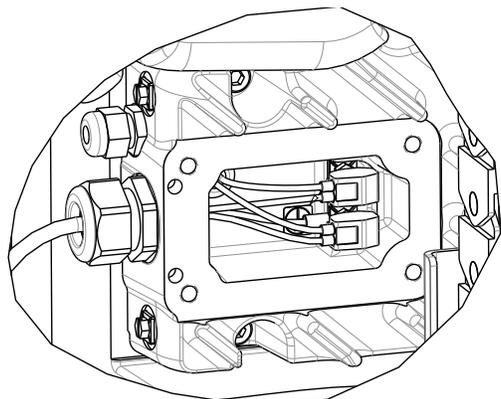

FIG. 47: Cables en el alojamiento del controlador
- a. Si utiliza un sistema de suministro con elevador simple, apague el interruptor de desconexión rojo (AZ).
- b. Si utiliza un sistema de suministro con elevador simple calefactado, apague el interruptor de desconexión rojo (AZ).
- c. Si utiliza un sistema de suministro con elevador en tándem a temperatura ambiente, apague el interruptor de desconexión rojo (AZ) solo en la unidad de suministro con elevador de la que se retire el controlador.
- d. Si utiliza un sistema de suministro con elevador en tándem calefactado, apague el interruptor de desconexión rojo (AZ) solo en la unidad de suministro con elevador de la que se retire el controlador.
4. Desconecte la alimentación del controlador (AB):
- a. Retire la cubierta del alojamiento del controlador (HC).
- b. Desconecte los cables que hay dentro del alojamiento del controlador. Consulte la FIG. 47.